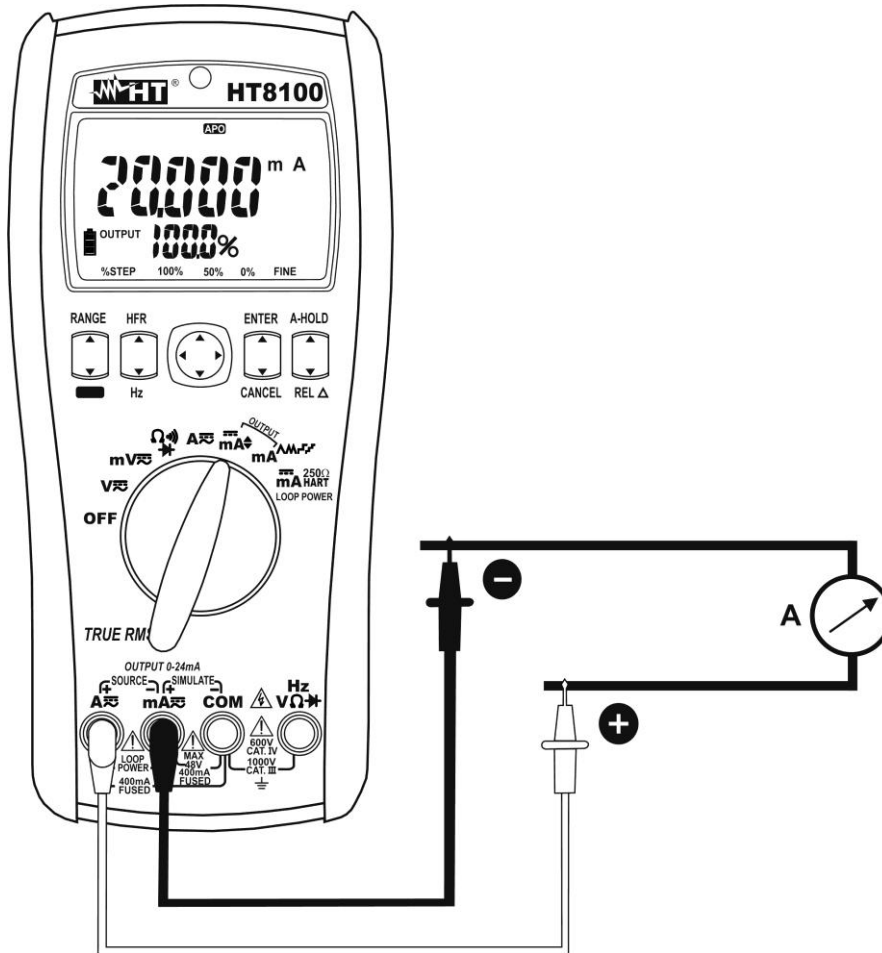

Abb. 8: Verwendung des Gerätes für Gleichstromerzeugung
5. Kontaktieren Sie die Messspitzen der roten Messleitung und der schwarzen Messleitung mit dem positivem und negativem Potenzial des externen passiven Gerätes, das versorgt werden muss (siehe **Abb. 8**)